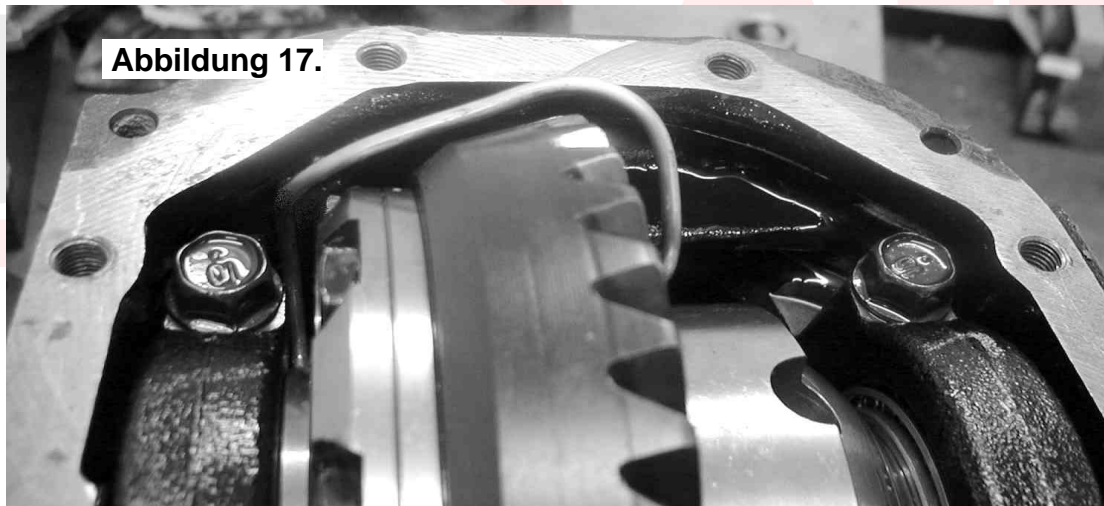

Abbildung 17.
- Biegen Sie das Luftröhrchen so, dass es an der Innenseite des Differentialgehäuses und außerhalb des Tellerrads entlangführt (siehe Abb. 17.). Verwenden Sie dazu kein scharfkantiges Werkzeug (wie eine Zange), sondern führen Sie diese Arbeit am besten mit Ihren Händen durch.